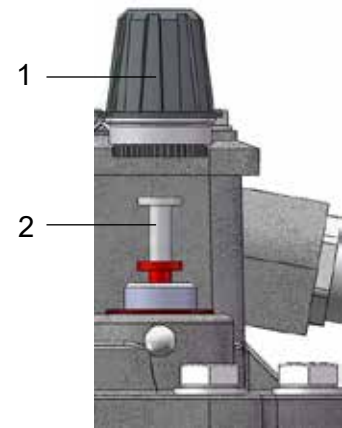

Bild 7a - Prüftaste
- Große Hutmutter (Bild 7a/ Nr. 1) abschrauben
- Prüftaste (Bild 7a/ Nr. 2) bis zum Anschlag niederdrücken und gedrückt halten